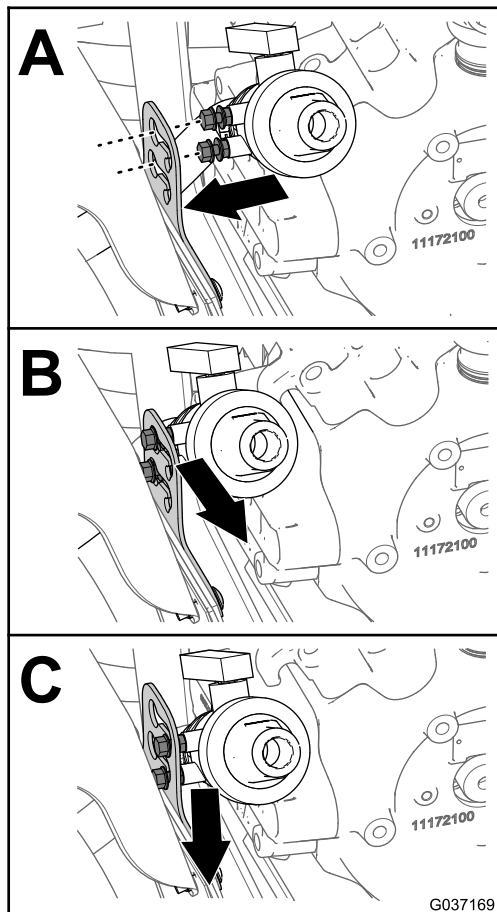

Figura 16
4. Allineate i dadi di bloccaggio della valvola di spurgo ai fori degli intagli a U nella staffa della valvola di spurgo (A di Figura 16).
5. Spostate verso l'esterno e verso il basso la valvola di spurgo per fissare la valvola alla staffa (B e C di Figura 16).